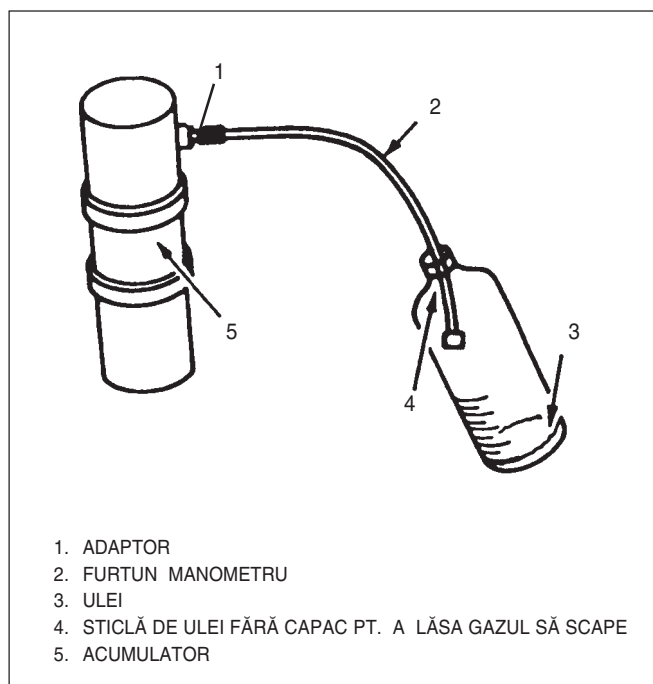

Fig. 13 Descărcarea instalației A/C fără instalație de încărcare
- 1) Cu contactul motor tăiat se demontează capacul protector al racordului de service de pe partea de joasă, situat pe acumulator, și se conectează instalația de încărcare sau setul de manometre. În lipsa lor descărcarea sistemului se face conectând încet un furtun de manometru introdus într-o sticlă de ulei, la racordul de service (Fig. 13). În timp ce furtunul este strâns încet pe supapa Schrader, refrigerantul va începe să se descarce din sistem în recipient. Dacă descărcarea nu începe se verifică lipsa sau avarierea depresorului supapei Schrader în furtunul racordului.